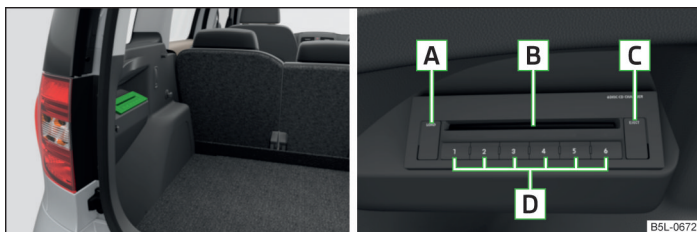

Fig. 101 Cambiador de CD
- Pulse la tecla [C] » fig. 101 e introduzca el CD (Compact Disk) en la cavidad para CD [B]. El CD se coloca automáticamente en la posición libre más baja del cambiador de CD. El testigo de la tecla correspondiente [D] deja de parpadear.
- Mantenga la tecla [C] » fig. 101 pulsada durante más de 2 segundos e introduzca todos los CD, uno tras otro (máximo 6 CD), en la cavidad para CD [B]. Los testigos en las teclas [D] dejan de parpadear.
- Pulse ligeramente la tecla [C] » fig. 101. Los testigos en las teclas [D] se iluminan donde las posiciones de memoria están ocupadas y parpadean donde las posiciones de memoria siguen libres.
- Pulse ligeramente la tecla [A] » fig. 101. Para las posiciones de memoria ocupadas se iluminan los testigos de las teclas [D].
- Mantenga pulsada la tecla [A] » fig. 101 más de 2 segundos. Todos los CDs del cambiador de CD son expulsados uno tras otro.
- Introduzca un CD, con la cara impresa hacia arriba, en la cavidad para CD [B] » fig. 101 hasta que se introduzca del todo automáticamente. La reproducción se inicia automáticamente.